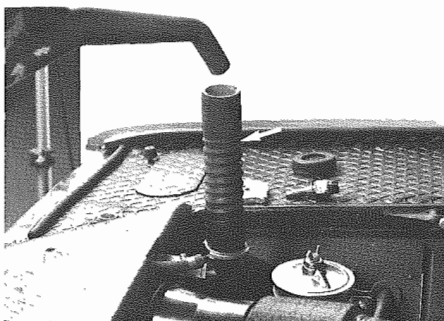

Fig. 6 - Manicotto per carico impianto
- 3) Servendosi di un manicotto di gomma inserito sul tappo radiatore riempire il circuito sino alla fuoriuscita acqua dalla sede bulbo (Fig. 6).
- 3) With the help of a rubber hose fitted in the radiator plug, fill the circuit till the water comes out from the bulb seat (Fig. 6).